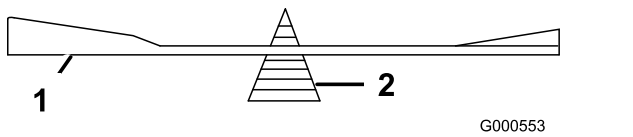

Bild 72
2. Prüfen Sie die Auswuchtung des Schnittmessers auf einer Ausgleichmaschine (Bild 72).